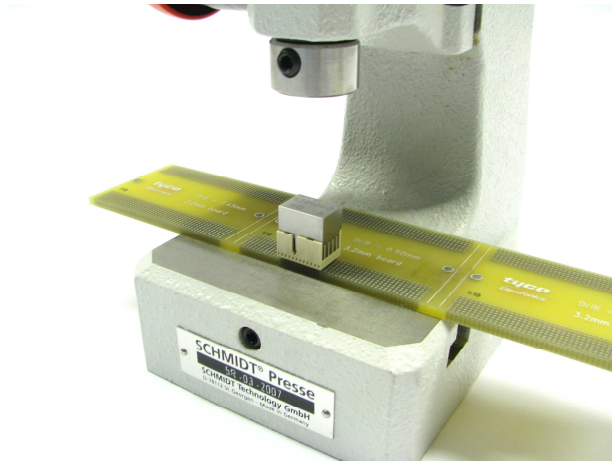

Abbildung 7
3. Nun wird die Leiterplatte mit Messerleiste und Eindrück-Block unter dem Stößel der Presse positioniert (siehe Abbildung 7).